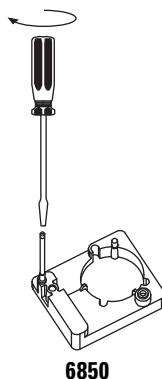

Figura 17 Instalación del poste de montaje (GC 6850)
- **GC serie 6850.** Instale en el soporte de montaje del inyector. Afloje los tornillos del inyector, instale el poste y apriete los tornillos. El poste debe bajar del todo (Figura 17).